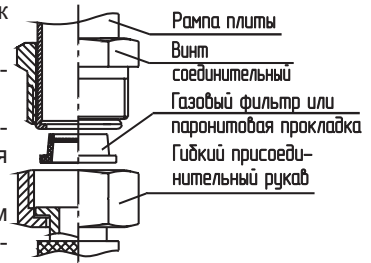

рис. 4
- При подсоединении с помощью гибкого присоединительного рукава (рис. 4) должны быть соблюдены следующие требования: